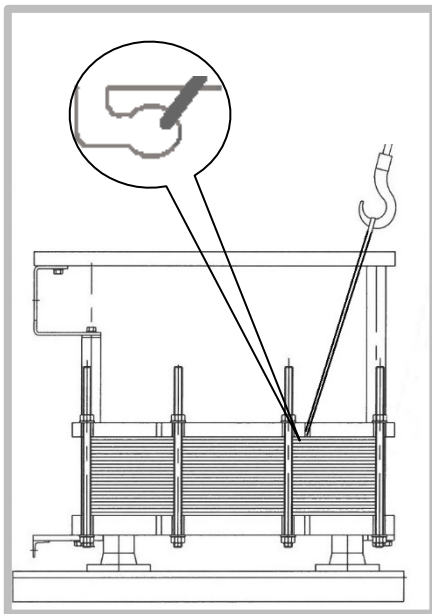

Abbildung 25
2. Befestigen Sie geeignetes Anschlagmittel an den vorgesehenen Einhängeösen der Gestellplatten (Abbildung 25). Kettengehänge dürfen nicht verwendet werden. Der PWÜ kann beschädigt werden und abrutschen.